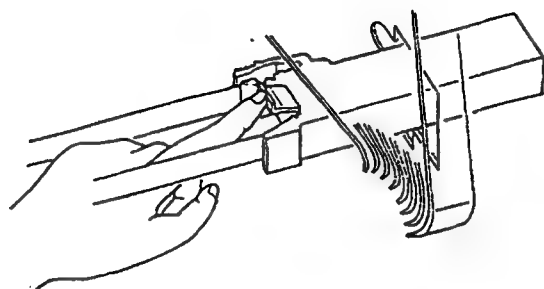

図6.7
- (7) リボンカセットを中央近くまで移動させたら右手とペンキャリッジの干渉をさけるための左手に持ちかえます。リボンカセットの約半分を右側板の角穴に入れリボンカセット先端のアングル部を押します (図6.7)。